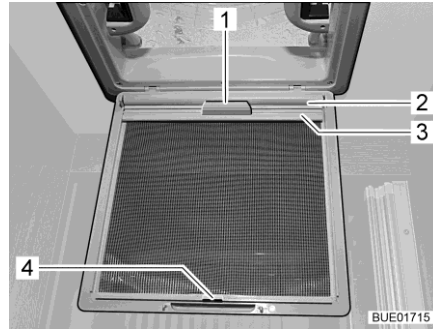

Bild 29 Verdunklungsrollo (Dachhaube)
- Verdunklungsrollo (Bild 29,2) am Griff (Bild 29,1) herausziehen und Halteleiste (Bild 29,3) in den Haken (Bild 29,4) am Insektenschutz einhängen.
- Halteleiste (Bild 29,3) vom Haken (Bild 29,4) lösen und Verdunklungsrollo (Bild 29,2) am Griff (Bild 29,1) langsam zurückführen.